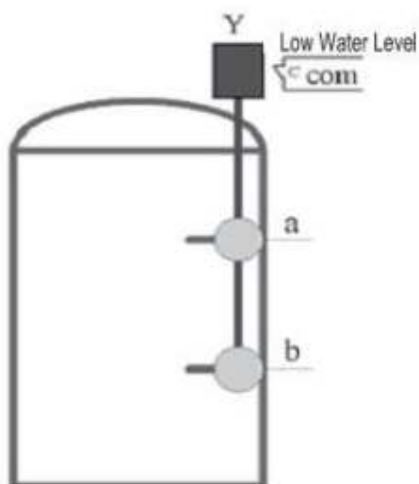

Рисунок 14 (Резервуар чистой воды)
1) Установите значение "гистерезис" (см. рисунок 14). Уровень воды выше верхнего уровня (как показано на рисунке 14, точка "a"), переключатель включения-выключения "Y" отключен, резервуар для чистой воды заполнен; уровень воды ниже низкого уровня жидкости (рисунок 14 точка 'b'), кнопки включения-выключения 'Y' закрываются, резервуар для чистой воды пуст, система начинает работать. Подсоедините переключатели включения-выключения "Y" к "высокому уровню жидкости без воды", при этом "низкий уровень жидкости без воды" будет отключен.
16	Клемма включения/выключения высокого уровня резервуара для чистой воды (обычно закрыта, открывается, когда уровень превышает crunodes).. Подключен к высокому уровню на рис. 14 с выбором одноточечного переключателя для резервуара чистой воды. Подключен к высокому уровню на рис. 13 с выбором гистерезисного переключателя для резервуара с чистой водой